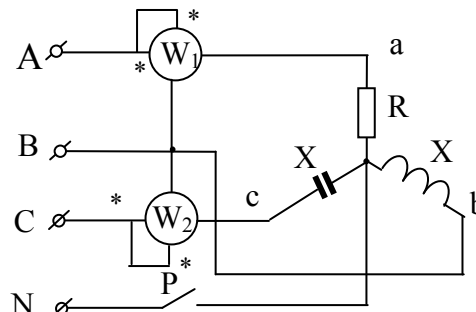

Рис. 3.5.8
3.5.8. Нагрузка представлена в виде активного сопротивления, индуктивной катушки и конденсатора, соединенных в звезду (рисунок 3.5.8). Линейное напряжение сети  $U_{\text{л}}=190$  В,  $Z_A=20$  Ом,  $Z_B=j20$  Ом,  $Z_C=-j20$  Ом. Определить показания ваттметров при замкнутом и разомкнутом рубильнике Р.